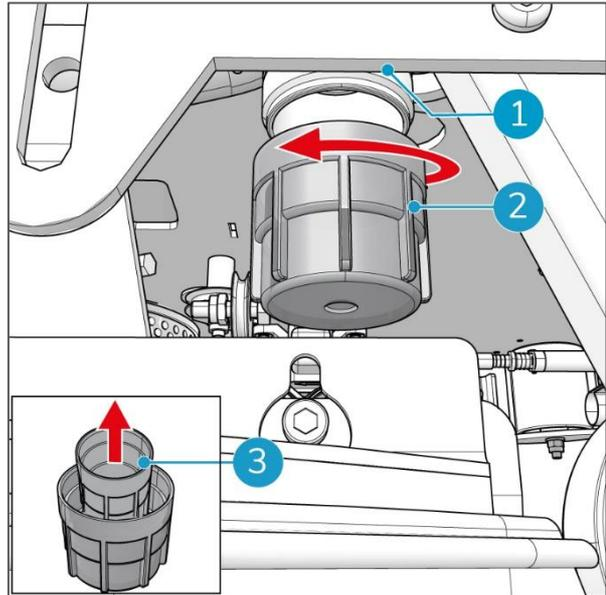

Figure 67
2. Le filtre à eau se trouve sous le côté avant droit de l'i-drive® (Figure 67, pos. 1).
3. Tournez le couvercle du filtre à eau (Figure 67, pos. 2) dans le sens inverse des aiguilles d'une montre pour le retirer. Le filtre à eau est équipé d'une valve intégrée qui empêche l'eau de couler lors de l'ouverture du filtre.
4. Retirez le filtre à eau (Figure 67, pos. 3) du couvercle.